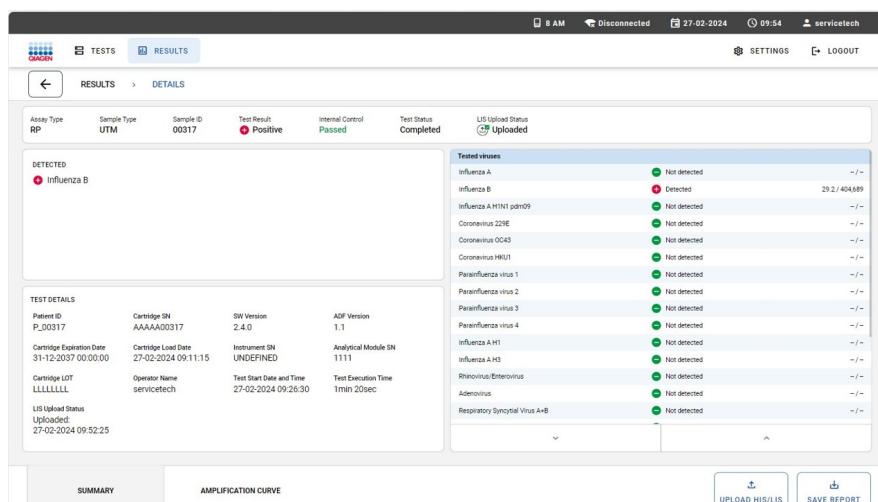

Bild 77. HIS/LIS-uppladdningsstatus vid visning av ett testresultat.
3. Uppladdningsstatusen visas på den övre delen av skärmen och i sektionen **TEST DETAILS** (TESTINFORMATION). **TEST DETAILS** (TESTINFORMATION) innehåller också ytterligare information, exempelvis uppladdningsdatumet och potentiella fel som har uppstått under uppladdningen (Bild 77).